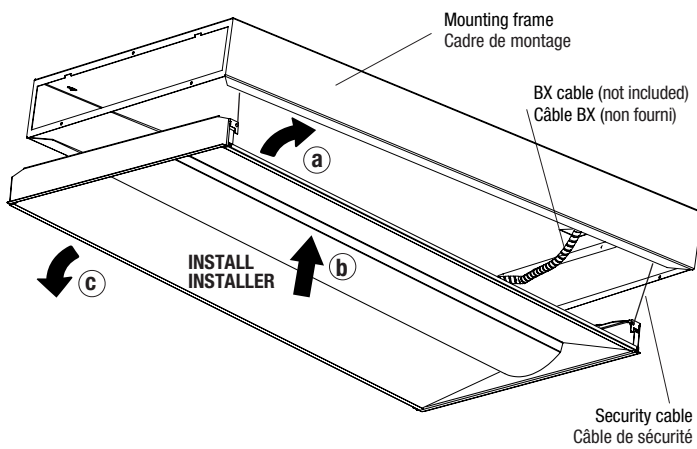

Fig. 5
11. Reinstall the side covers by screwing the four (4) screws (Fig. 5).
11. Réinstaller les couvercles latéraux en vissant les quatre (4) vis (Fig. 5).